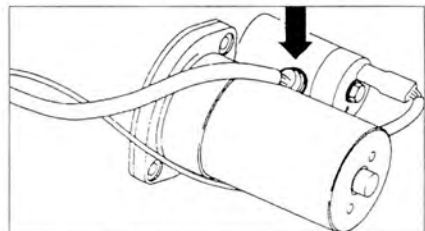

Рис. 9.5. Отсоедините провод от клеммы 30 втягивающего реле.
8. Отсоедините провод от клеммы 30 втягивающего реле (рис. 9.5).